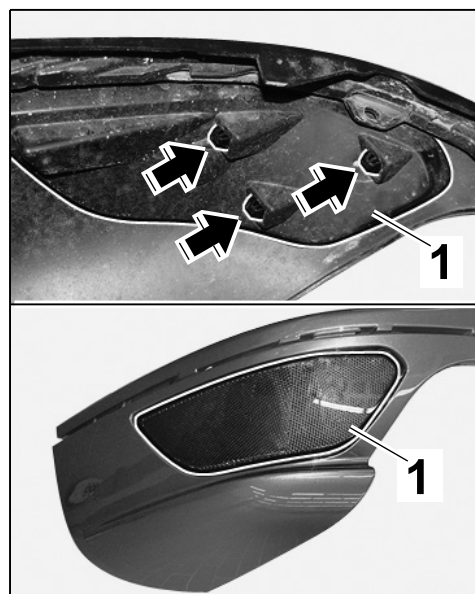

Рис. 5
- 3.3.1 Разблокировать фиксаторы ⇒ *Рис. 5* -**стрелки**-, отсоединить светоотражатели ⇒ *Рис. 5* -**1**- от серийного заднего фартука и зафиксировать их на новом заднем фартуке.